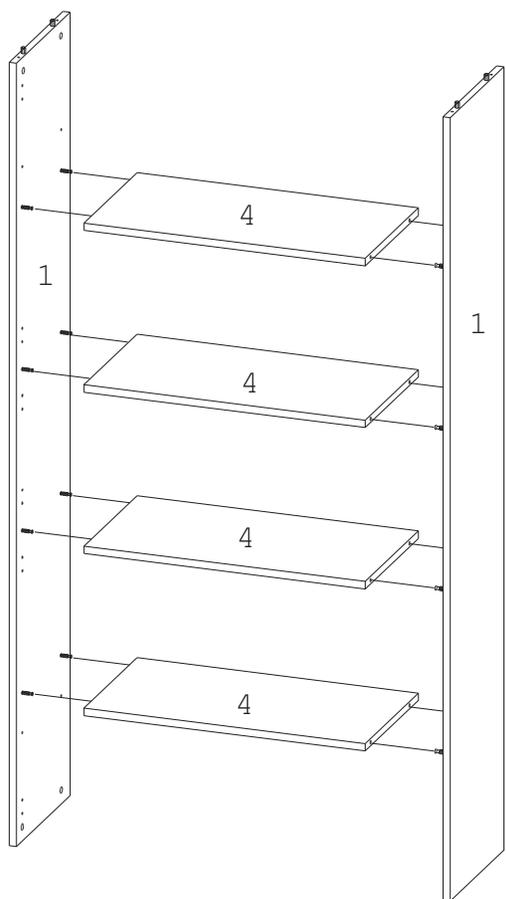

Рис. 5
5. Соединить горизонталы 4 с боками/боками промежуточными 1 (Рис.5). Затянуть эксцентрики по часовой стрелке до упора. При сборке цепочки шкафов см. также «Схема сборки непрерывной цепочки шкафной группы».